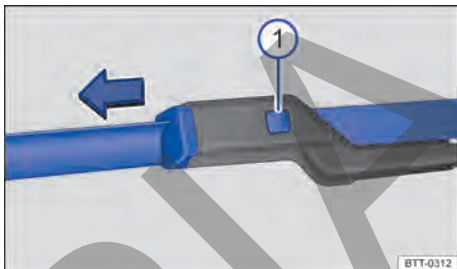

Fig. 160 Sustituir las escobillas de los limpiaparabrisas.
- Mantenga la tecla de desbloqueo → fig. 160 ① pulsada y, al mismo tiempo, retire la escobilla de los limpiaparabrisas en el sentido de la flecha.